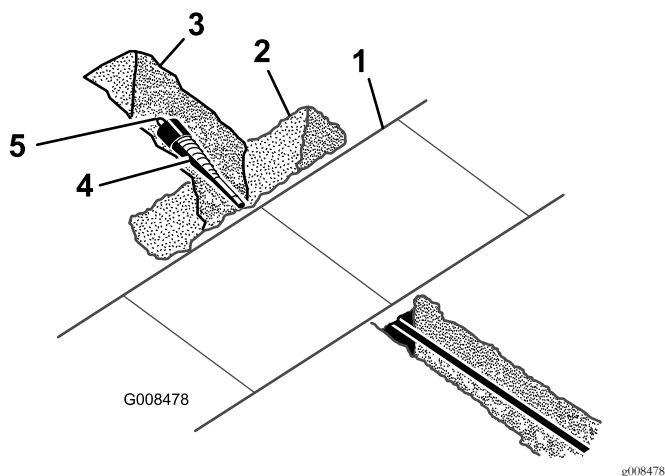

Figura 6
1. Con una pala scavate con cautela attorno alla punta di perforazione per liberarla dalla terra e poterla così rimuovere (Figura 6).
2. Rimuovete la punta di perforazione e agganciate l'alesatore (Figura 6).
3. Agganciate il cavo o il tubo che dovete posare alla parte girevole sull'estremità dell'alesatore (Figura 6).